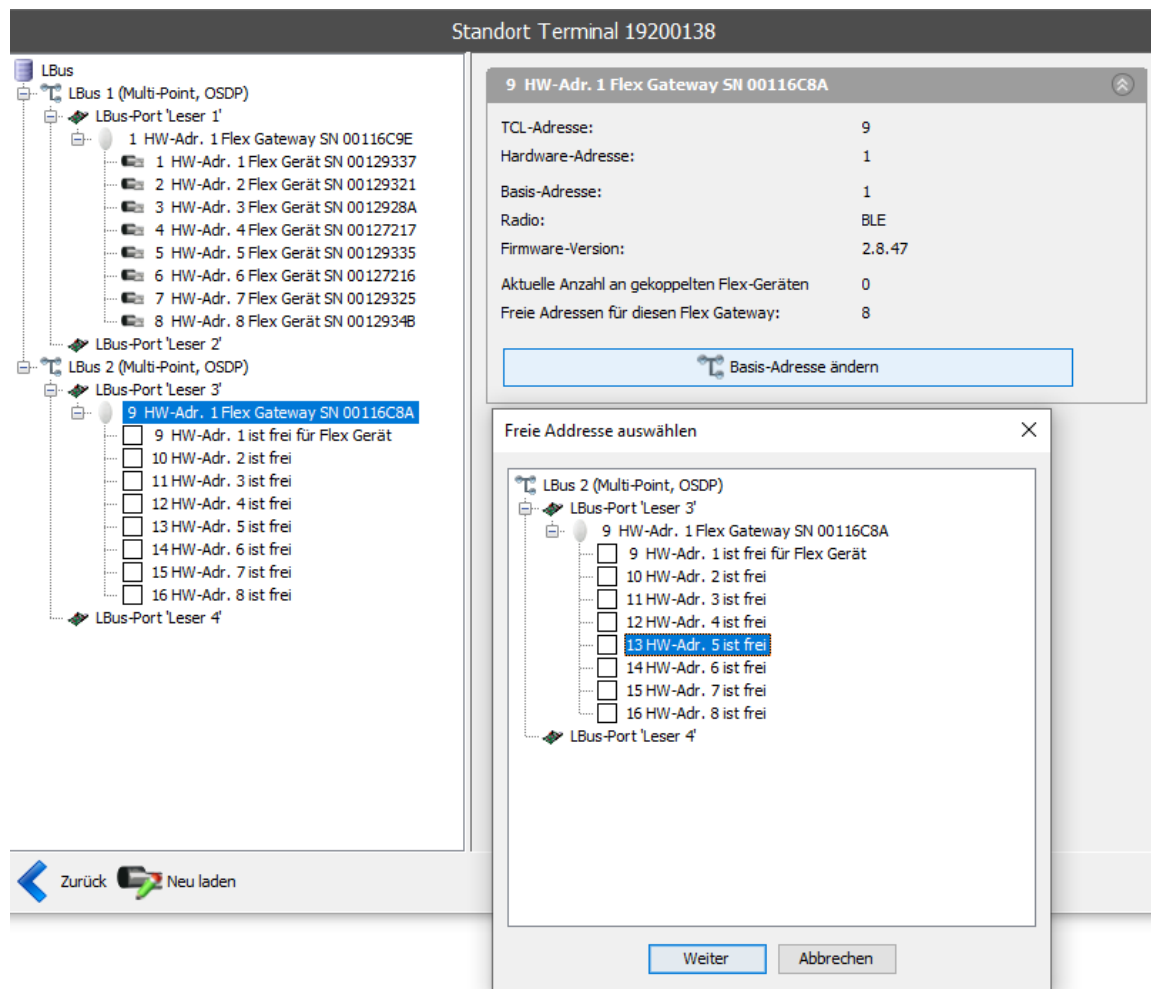

Abbildung 18-6: Freie Adresse auswählen
Im folgenden Beispiel ist ein Gateway am LBus 2 mit der HW-Adresse 9 angeschlossen. Es sind keine Flex-Geräte gekoppelt. Um die Basisadresse zu ändern, wählen Sie eine freie Adresse aus. In diesem Beispiel in Abbildung 18-6 wird die freie Adresse 13 ausgewählt.
- Wählen Sie die entsprechende Konfiguration aus, wie in Abbildung 18-6 dargestellt und klicken Sie auf "Weiter", um fortzufahren.